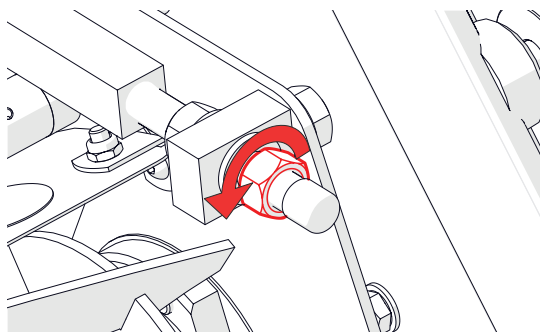

Fig. 11C - Aflojar la tuerca de cierre
6. Ajuste [con la llave fija de 19 mm] el espacio con la tuerca de ajuste (Fig. 11C). Solo serán necesarios ajustes muy pequeños: comience con $\frac{1}{8}$ de vuelta y repita la prueba de corte con el papel. Repita el ajuste hasta que el papel se corte limpiamente.